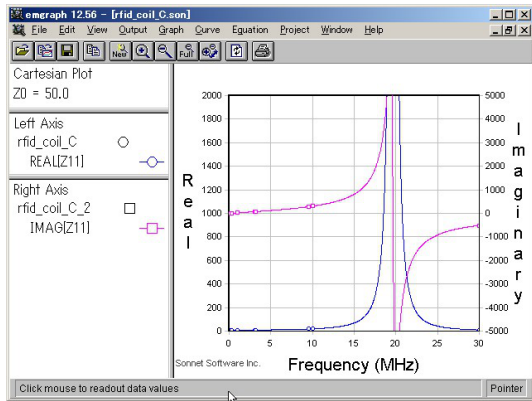

図 11 図 2 の B から右をみたインピーダンス
■等価回路抽出 図 11 は解析結果で、共振周波数  $f_0$  は 19.65MHz でした。これが図 2 の B から右をみた共振周波数です。  $L_1 = 3.6\mu\text{H}$  は既知なので、  $C_0 = 18.23\text{pF}$  が分かります。表 2 から  $C_0 = C_2 + C_3$  で、  $C_3 = 2.1\text{pF}$  も既知ですから、  $C_2 = 16.12\text{pF}$  とわかります。\*14